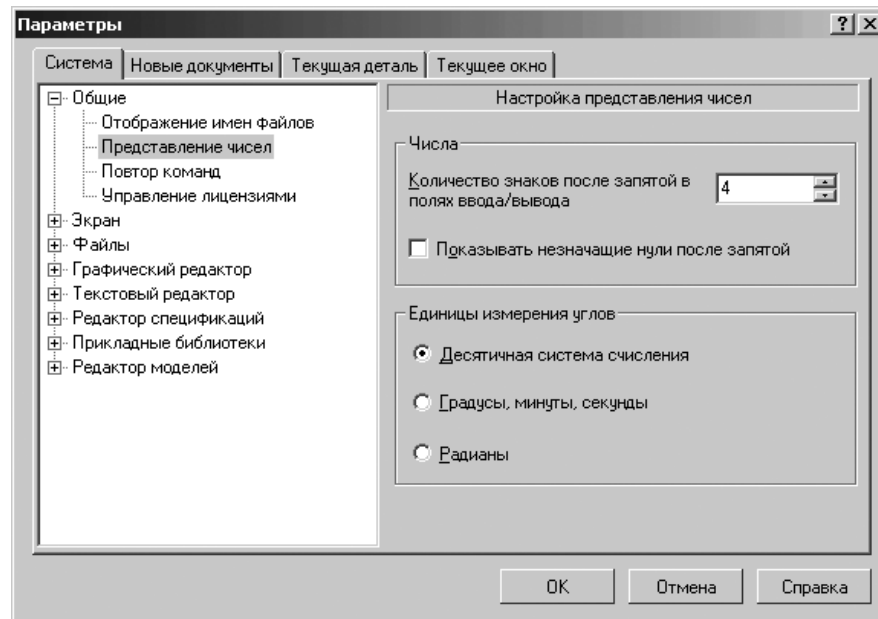

Рис. 9.2. Диалоговое окно **Параметры** с открытой вкладкой **Система** и открытой панелью **Настройка представления чисел**
- щелкните по пункту **Представление чисел**. Откроется в правой части диалогового окна панель **Настройка представления чисел** (рис. 9.2).